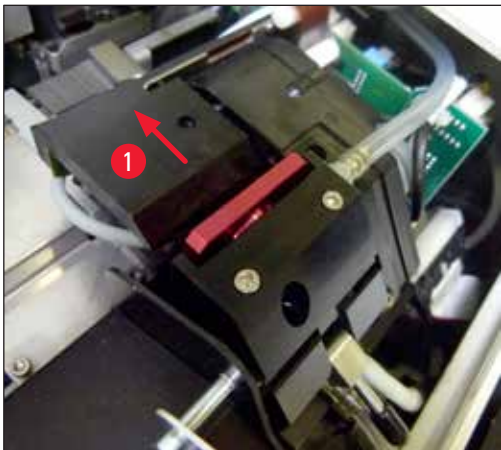

Fig. 51
2. Skrivarhuvudet (→ "Fig. 51-1") förflyttas uppåt och stannar cirka 1 cm från tätningssläppen (→ "Fig. 51").